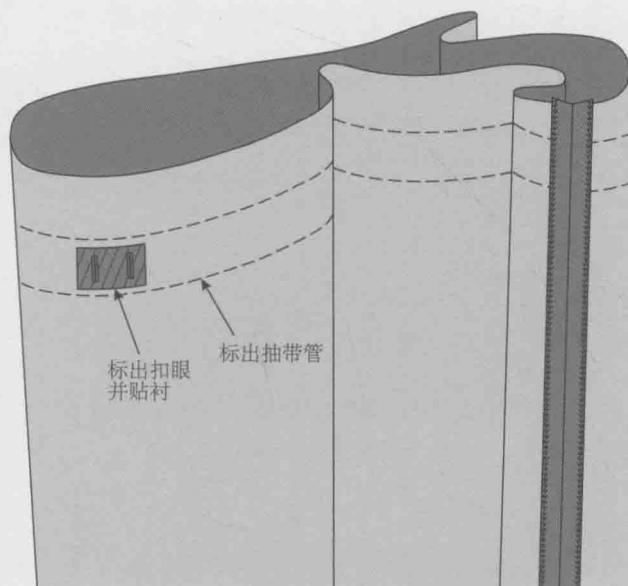

图 1.12B 标出抽带管与扣眼
4. 车缝前应先对扣眼定型(如图1.12B所示)。
5. 在折叠与车缝抽带管前, 应先标记并缝好扣眼(如图1.12B所示)。